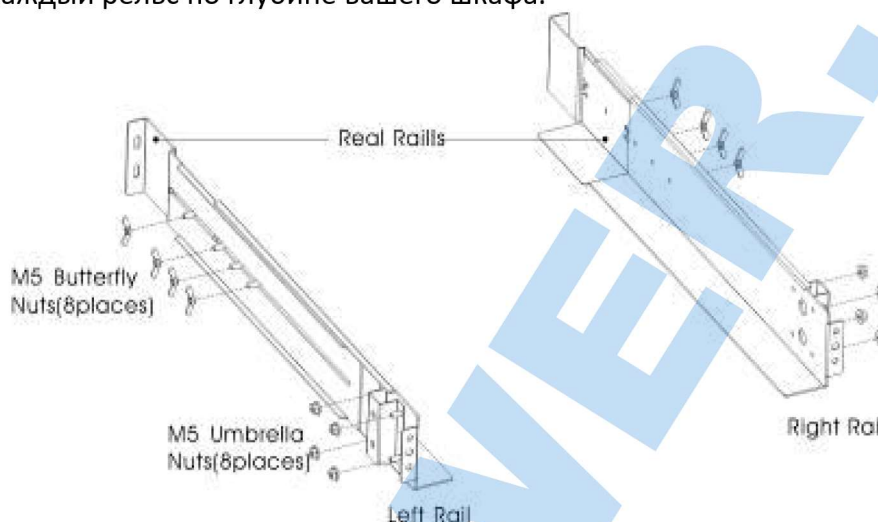

Рис. 4-1. Установка направляющих в шкаф.
3. Затяните четыре барашковые гайки M5 сбоку от направляющих (см. рис. 4-1).